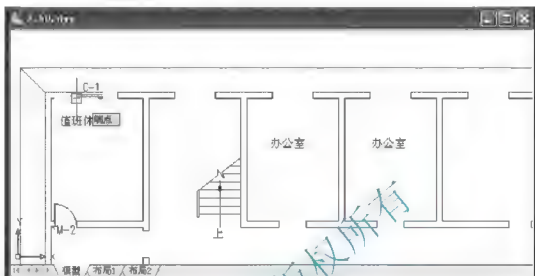
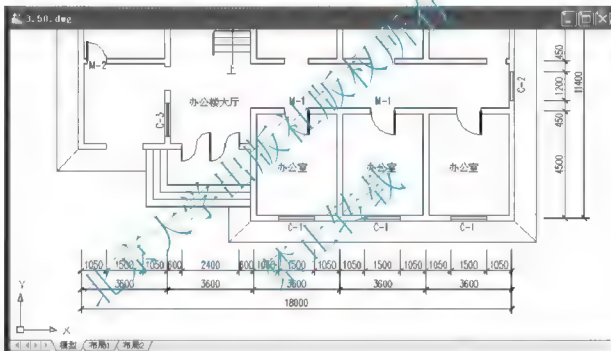

图 3.81 确定图块的插入点
图 3.86 插入 A 轴线上 1 至 6 轴线之间的 5 个 1500mm 窗
- (1) 在命令行输入“Mininsert”后按 Enter 键。
① 在输入块名或 [?]：提示下，输入“窗块”。
② 在指定插入点或 [基点(B)/比例(S)/X/Y/Z/旋转(R)/预览比例(PS)/PX/PY/PZ/预览旋转(PR)]：提示下，在如图 3.81 所示的位置单击以确定插入点。
③ 在输入 X 比例因子，指定对角点，或 [角点(C)/XYZ] <1>：提示下，输入“1.5(1500/1000)”。
④ 在输入 Y 比例因子或 <使用 X 比例因子>：提示下，输入“1”(240/240)。
⑤ 在指定旋转角度 <0>：提示下，按 Enter 键执行默认值“0”。
⑥ 在输入行数 (...) <1>：提示下，按 Enter 键执行默认值“1”。
- ⑦ 在输入列数 (III) <1>: 提示下, 输入“5”。
- ⑧ 在指定列间距 (III): 提示下, 输入“3600”。
(2) 启动【多重插入】命令插入 A 轴线上 3 至 6 轴线之间的 3 个 1500mm 窗, 结果如图 3.86 所示。注意观察图 3.81 和图 3.86 中“C-1”的位置。